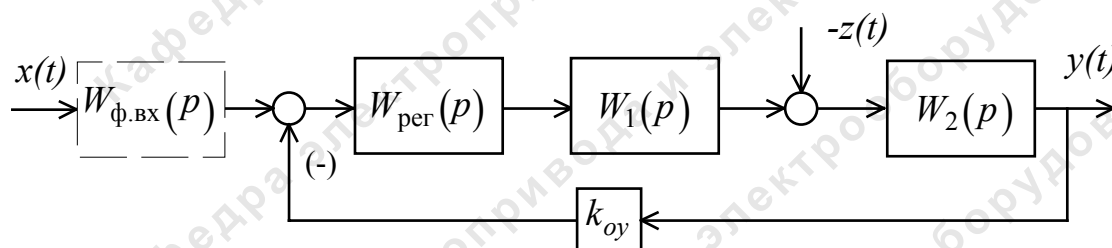

Рис. 1. Структурная схема САУ
Обобщенная структурная схема отдельного контура регулирования приведена на рис. 1, где приняты следующие обозначения:
7. Набрать имитационную модель оптимизированного контура по структурной схеме рис. 1 с учетом выбранного регулятора.